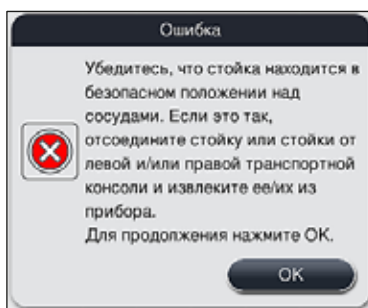
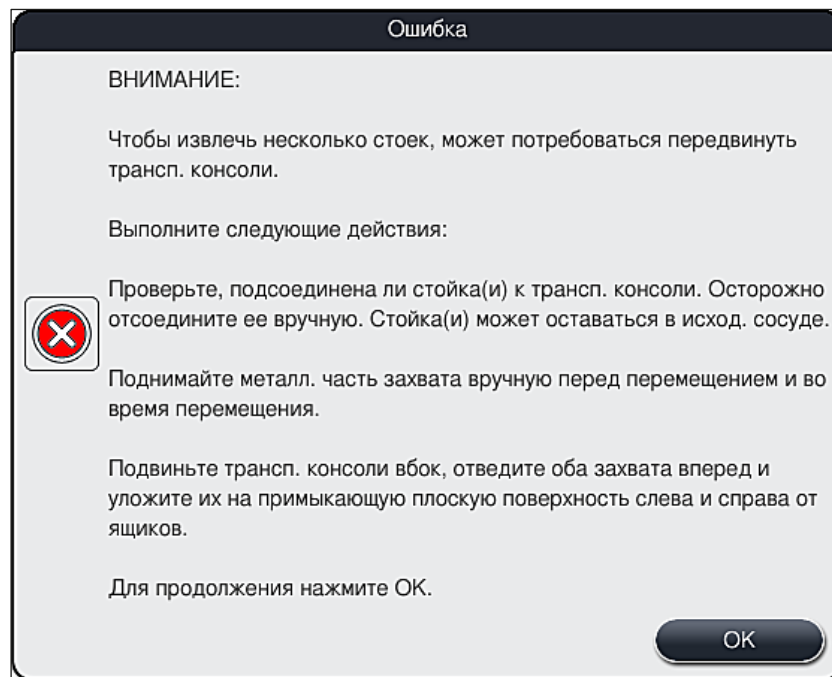

Рис. 110
Рис. 111
2. После этого в этом информационном сообщении появляется указание для пользователя проверить (→ "Рис. 110"), поместил ли прибор один или два штативы в безопасное положение между двумя кюветами для реактивов (→ "Рис. 106").
3. При нажатии кнопки **ОК** (→ "Рис. 110") на экране отображается другое информационное сообщение (→ "Рис. 111"), содержащее указания для пользователя по правильному извлечению соответствующих штативов.